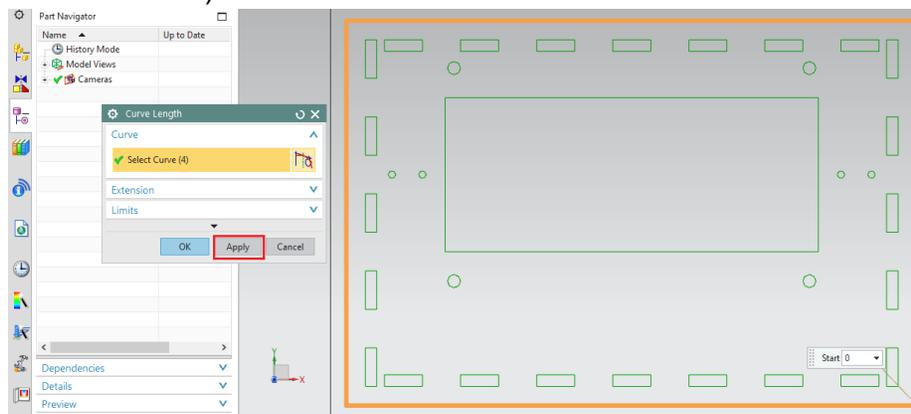

Figura 3.5 Uso de función Curve Length.
- Seleccionar todos los segmentos que pertenezcan a la curva a crear, luego de ello dar click en **Apply** (Figura 3.5) y continuar con todas las geometrías (omitir las circunferencias).